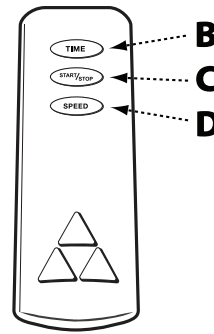
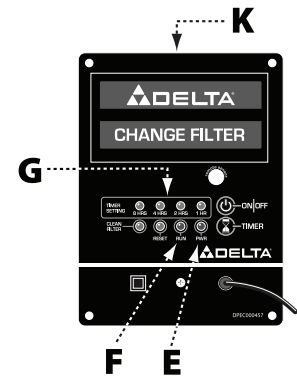

FIG. 8A
FIG. 8B
El purificador de aire está equipado con un CONTROL REMOTO (A) Fig. 8A.
Observe que el control remoto tiene tres botones de control (Fig. 8A): “TIME” (tiempo) (B), “ON/OFF” (encendido/apagado) (C) y “SPEED” (velocidad) (D). Estos botones corresponden al panel sensor LED en la parte posterior de la máquina (K) Fig. 10B.
Para activar la unidad de soplado, presione el botón “ON/OFF” (ENCENDIDO/APAGADO) (C) Fig. 8A. La máquina comenzará a funcionar en la velocidad por defecto, alta (HIGH) en el panel de sensores. Presione el botón SPEED (VELOCIDAD) una vez y la máquina funcionará en velocidad media (MEDIUM). Presione el botón SPEED nuevamente vez y la máquina funcionará en velocidad baja (LOW). Presione por tercera vez el botón SPEED y la máquina volverá a modo de velocidad alta (HIGH).
Para apagar la máquina, pulse el botón “ON/OFF” (C) Fig. 8A.
Cuando la máquina esté en ON (ENCENDIDO) en la configuración de velocidad deseada, presione el botón “TIME” (TIEMPO) (B) Fig. 8A en el control remoto para dejar la máquina funcionando por una hora. Al volver a presionar el botón “TIME”, la máquina se programará para que funcione durante dos horas. Observe que la luz en el panel del sensor ahora se ha desplazado a la posición 2HR (G) Fig. 8B. Al presionar el botón “TIME” por tercera vez, la máquina funcionará durante tres horas. En este momento, la luz roja aparecerá bajo las posiciones 1HR y 2HR. Al presionar el botón “TIME” por cuarta vez, la unidad funcionará durante cuatro horas. Observe que el indicador de luz se ilumina en la marca 4HR. Al presionar el botón “TIME” nuevamente se aumentará el tiempo en incrementos de una hora hasta un máximo de quince horas.
Todas estas funciones pueden ser controladas manualmente mediante los dos botones en el panel del sensor (K) Fig. 8B.
- a) Para restablecer la máquina, presione el botón RESET (REINICIAR) (Fig. 8B) durante 5 segundos y espere a que se desvanezca la señal CLEAN FILTER (LIMPIAR FILTRO). La señal de alimentación (PWR) comenzará a parpadear; luego presione el botón ON/OFF para hacer funcionar la máquina.